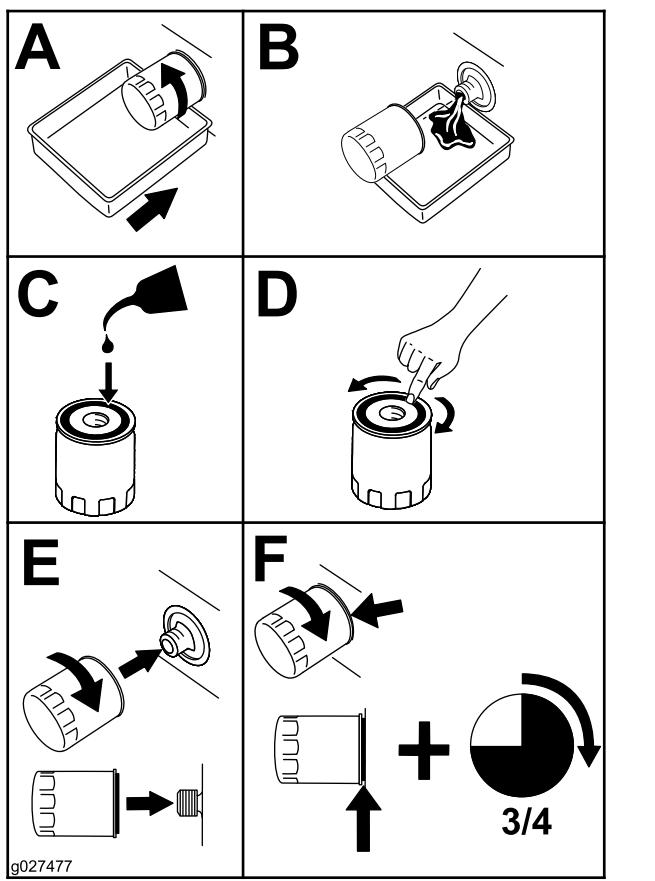

Figura 43
- Înlocuii filtrul de ulei de motor (Figura 43).